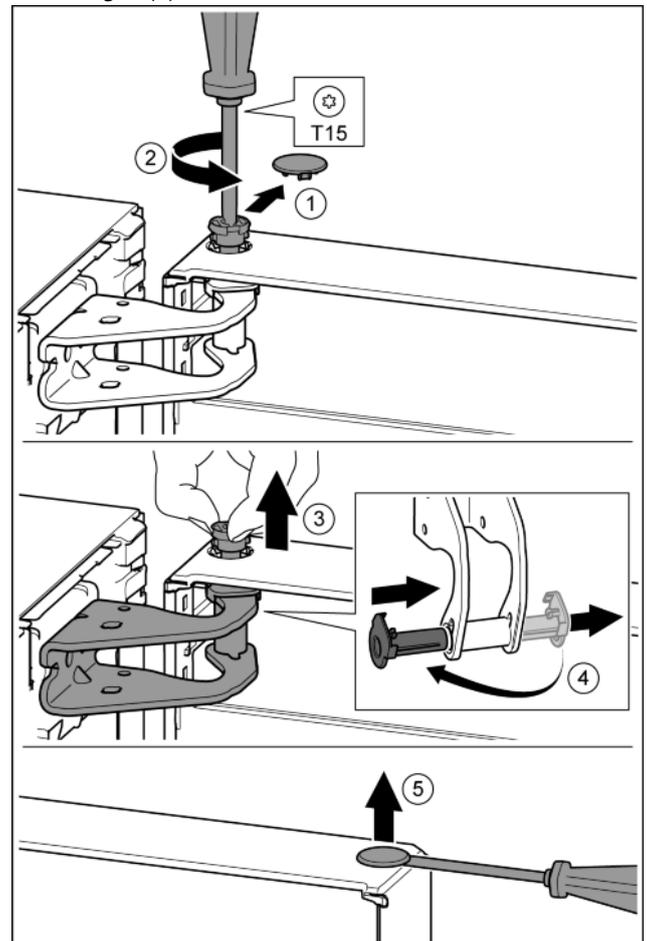

Fig. 10
- ▶ Facendo attenzione, togliere la copertura di sicurezza. *Fig. 10 (1)*
- ▶ Con un cacciavite T15 svitare leggermente il perno. *Fig. 10 (2)*
- ▶ Trattenere la porta ed estrarre il perno con le dita. *Fig. 10 (3)*
- ▶ Estrarre la boccola del supporto dalla guida. Inserire dall'altro lato e innestare a scatto. *Fig. 10 (4)*
- ▶ Con un cacciavite sollevare con attenzione i tappi dalla boccola del supporto porta ed estrarli. *Fig. 10 (5)*